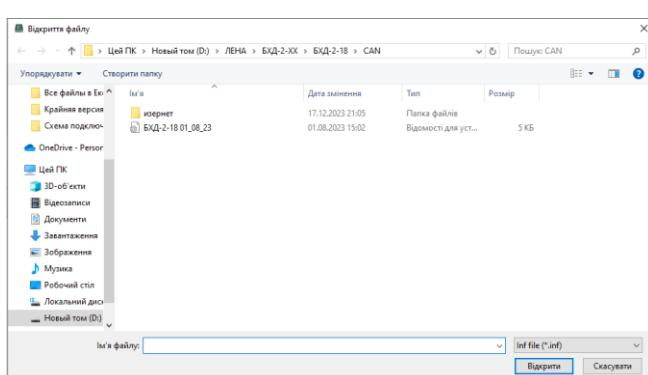

Рисунок 24 – Окно выбора пути к файлу описания коэффициентов
5.3 Нажать кнопку  **Open**, после чего появится окно выбора пути (рисунок 24) к файлу описания коэффициентов «\*.inf». Указать путь к расположению «\*.inf» файла на компьютере и нажать кнопку «Открыть».